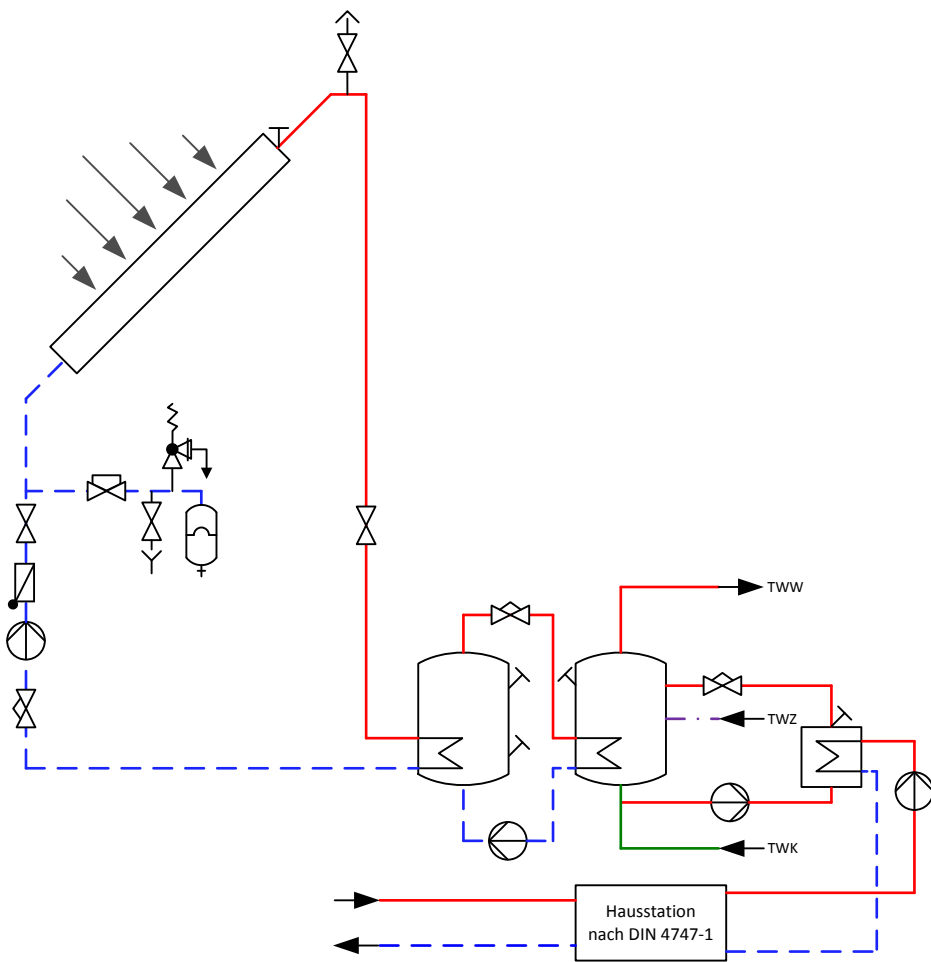

Bild 12: Solaranlage mit Pufferspeicher und Trinkwassererwärmer mit außen liegendem Wärmeübertrager für die Nachheizung
- Solaranlage mit Pufferspeicher und Trinkwassererwärmer mit außen liegendem Wärmeübertrager für die Nachheizung (Bild 12)